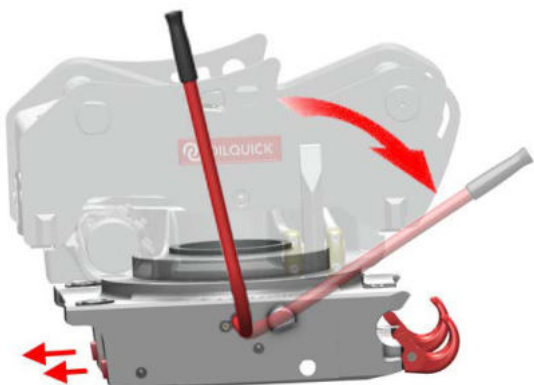

Abbildung 55: Riegelbolzen VERRIEGELN
- b) Betätigen Sie den Riegelhebel im Uhrzeigersinn bis zum Endanschlag (siehe Abbildung 55).